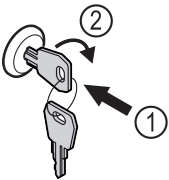

Fig. 94
- ▶ Įspauskite raktą Fig. 94 (1).
- ▶ Pasukite raktą 90° pagal laikrodžio rodyklę Fig. 94 (2).